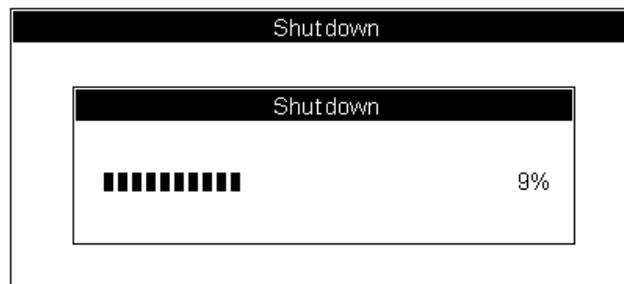

Рисунок 6-20 Окно состояния выключения
7. Подставьте ферментативный очиститель к пробозаборнику и нажмите кнопку аспирации. Анализатор произведёт забор очистителя и промоет жидкость проводящую систему. Процесс очищения будет отображаться на экране, как показано на **рис. 6-20**;